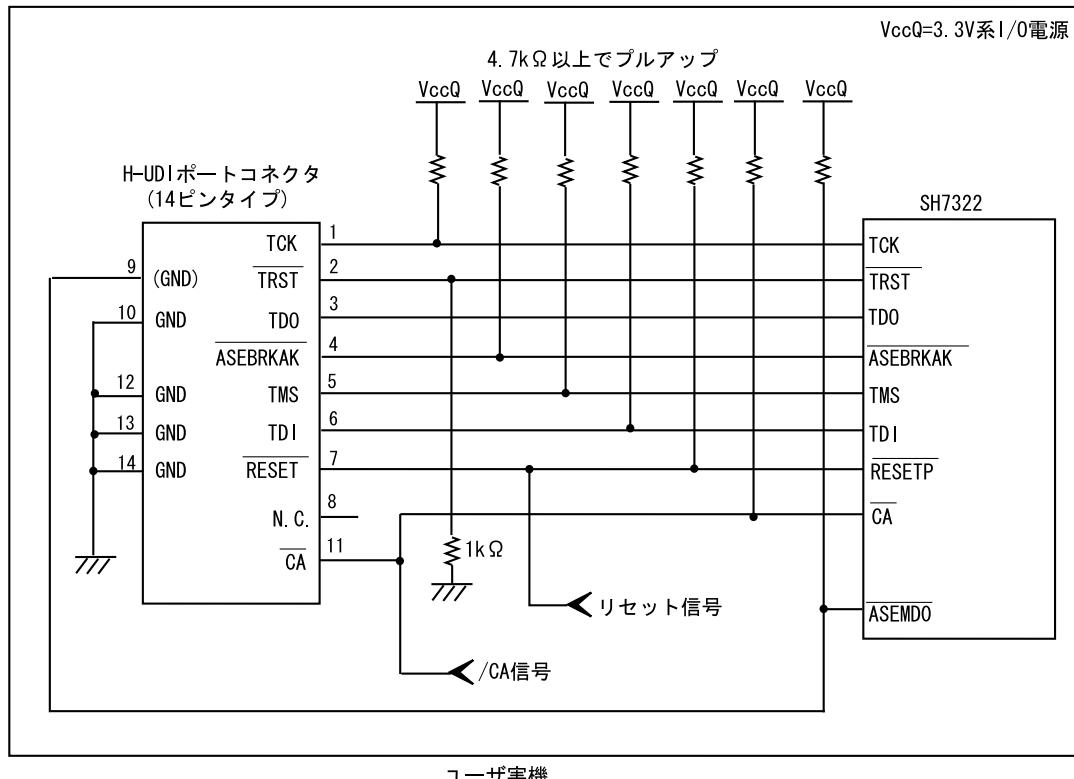

図 1.6 E10A-USB 使用時の H-UDI ポートコネクタ - チップ間の接続例
E10A-USB エミュレータ使用時の H-UDI ポートコネクタ(14 ピンタイプ)とチップ間の推奨接続例を図 1.5、UVCC 未接続時の接続例を図 1.6 に示します。
9. E10A-USB エミュレータのスイッチ(SW2=0, SW3=0 側)を切り替えることにより 11pin を /CA 端子として使用することができます。本設定では、UVCC 端子にユーザ電源を供給できませんので、ユーザインターフェースの I/O 電圧は 3.3V 固定となります。このとき、8pin は N.C.(オープン)としてください。(図 1.6 参照)
- 図 1.6 接続例で回路を組んだ場合の E10A-USB エミュレータのスイッチ設定 : SW2=0, SW3=0 スイッチ設定の詳細は、「SuperH™ファミリ用 E10A-USB エミュレータユーザーズマニュアル バッガ編 3.8 章 DIP スイッチの設定」を参照してください。